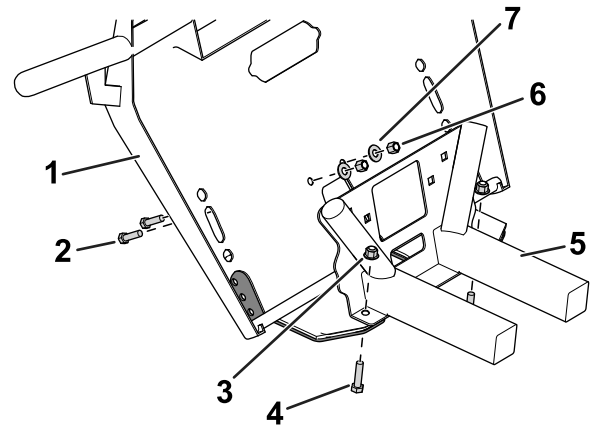

Figura 1
5. Utilice 2 pernos (M10), 2 tuercas con arandela prensada (M10), 2 pernos de cabeza hexagonal ($\frac{3}{8}$ "), 2 arandelas, y 2 tuercas ($\frac{3}{8}$ ") para sujetar provisionalmente la placa de protección al parachoques (Figura 1).